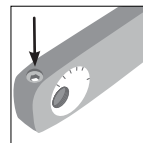

fig. 7
1. Allentare la vite M6 del regolatore di lunghezza (fig.7).